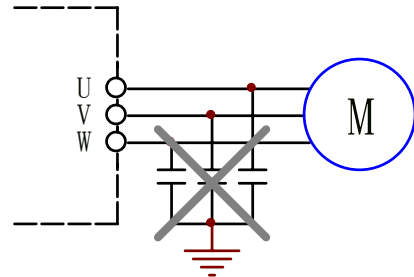

图 3.14 严禁在输出侧连接电容器的示意图
- ◆ 严禁在输出侧连接电容器和/或浪涌滤波器。因电梯一体化驱动控制器的输出有高频谐波，输出侧连接电容器和/或浪涌滤波器会使之过热、损坏。严禁在电梯一体化驱动控制器输出侧连接电容器的示意图见图 3.14。